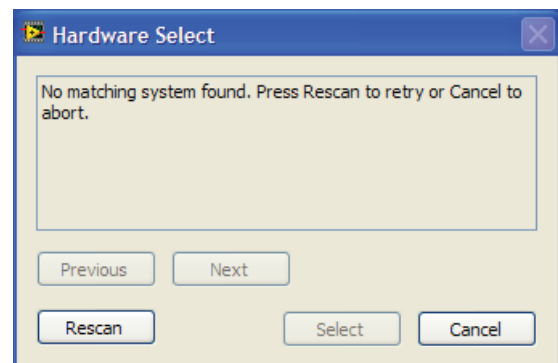

図 9. エラーのポップアップ・ウィンドウ
2. ソフトウェアを起動したとき SDP ボードが USB ポートに接続されていない場合、接続エラーが表示されます(図 9 参照)。評価用ボードを PC の USB ポートに接続して、数 sec 待った後、**Rescan** をクリックし、指示に従ってください。